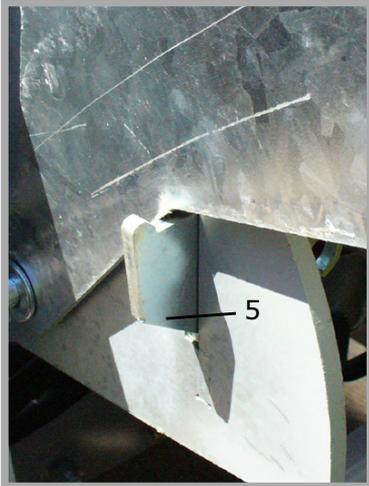

Abb. 3
Gelenkwelle wie unter Punkt 5.3 beschrieben zwischen Holzspalter und Traktor anschließen bzw elektrische Stromversorgung herstellen. Vor Inbetriebnahme muss der Sperrriegel (1) am Hebearm entsichert werden (siehe Abb. 3)